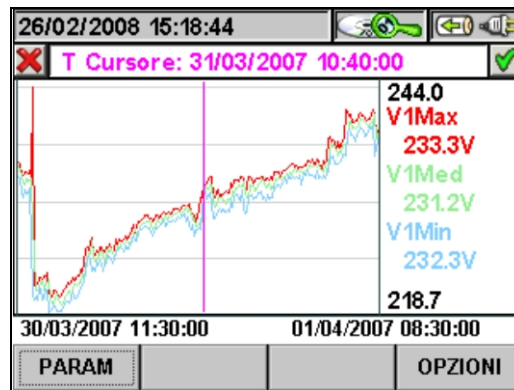

Fig. 91: Grafico Registrazione
- Il tasto **ENTER** (o la smart icon  a display) confermano la scelta effettuata precedentemente e visualizzano il grafico del parametro scelto (Fig. 91)